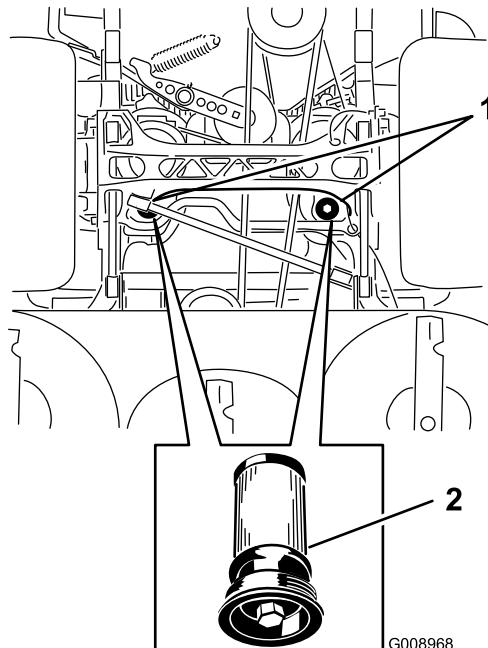

Bild 105
5. Stellen Sie eine Auffangwanne unter den Filter, nehmen Sie den alten Filter heraus und reinigen Sie die Oberfläche (Bild 105).
6. Ölen Sie die Gummidichtung am Ersatzfilter leicht mit Frischöl ein (Bild 105).